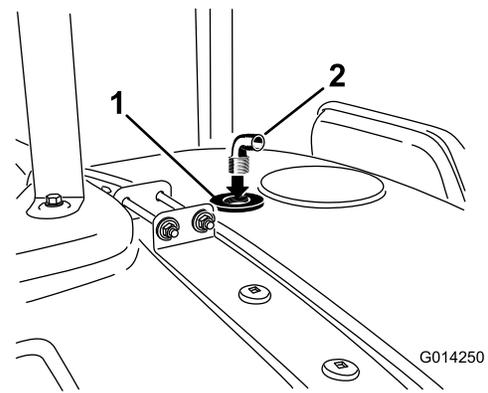

Figura 18
9. Montate il raccordo nell'apertura filettata del diaframma dell'ugello di lavaggio (Figura 18).